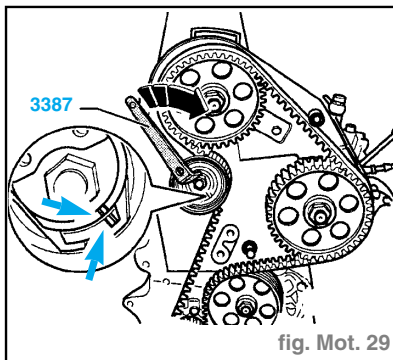

fig. Mot. 29
- Tendre la courroie crantée. Pour cette opération, tourner la clé pour écrous 3387 dans le sens d'horloge sur l'excentrique jusqu'à ce que l'encoche et le bossage (flèches) coïncident (fig. Mot. 29).
- Appuyer fortement sur la courroie crantée avec le pouce. L'encoche et le bossage (flèche) doivent se décaler (fig. Mot. 29).